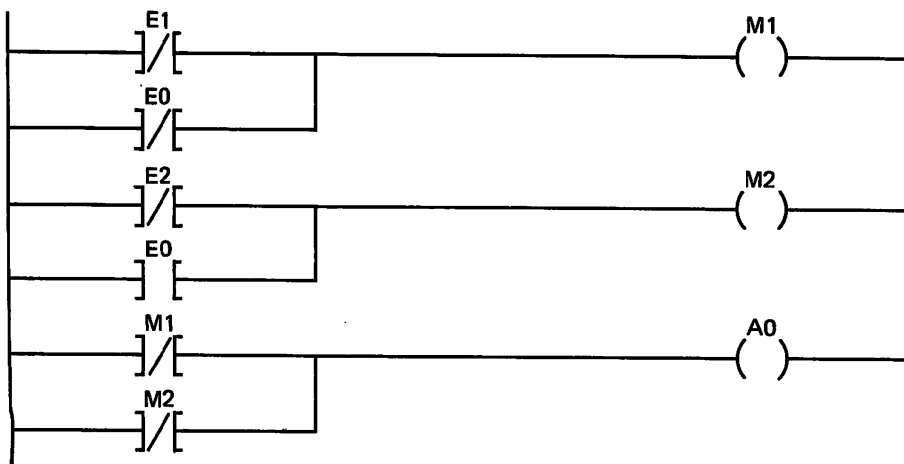

Bild F 29.3
c) In Bild F 29.3 ist der Kontaktplan wiedergegeben.